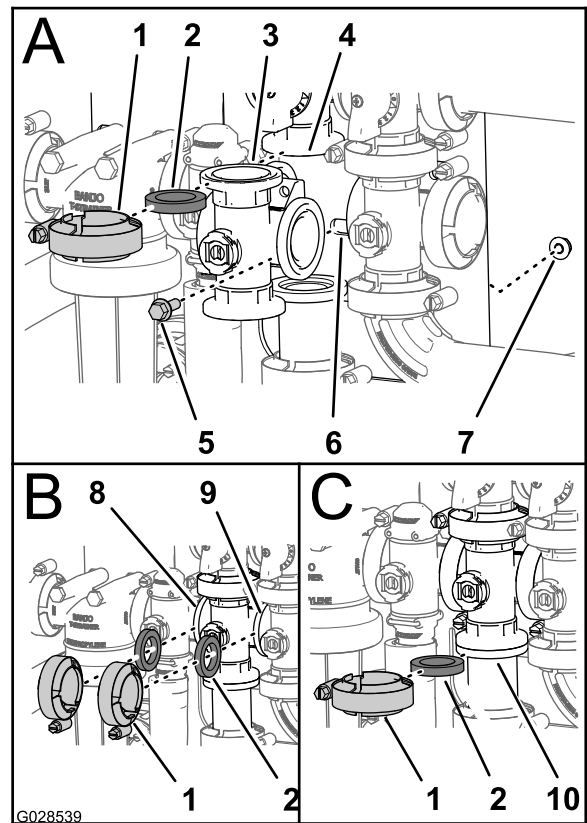

Bild 102
1. Fluchten Sie den Flansch des Rührwerkventilverteilers, eine Dichtung und den Flansch des Rührwerk-Sicherheitsventils aus (A von Bild 102).
2. Montieren Sie das Rührwerksicherheitsventil, die Dichtung und den Rührwerkventilverteiler mit einer Klemme und ziehen sie mit der Hand an (A von Bild 102).
3. Fluchten Sie eine Dichtung zwischen den Flanschen des Dosierungsregelventils und dem Rührwerkventilverteilers aus (A von Bild 102).
4. Montieren Sie das Dosierungsregelventil, die Dichtung und den Rührwerkventilverteiler mit einer Klemme und ziehen sie mit der Hand an (B von Bild 102).
5. Fluchten Sie eine Dichtung zwischen den Flanschen des Rührwerkventilverteilers und dem Hauptauslegerventil aus (B von Bild 102).
6. Montieren Sie den Rührwerkventilverteiler, die Dichtung und das Hauptauslegerventil mit einer Klemme und ziehen sie mit der Hand an (B von Bild 102)
7. Fluchten Sie eine Dichtung zwischen den Flanschen des Rührwerkventilverteilers und dem Adapteranschlussstück für das Rührwerkdrasselventil aus (C von Bild 102).
8. Montieren Sie den Rührwerkventilverteiler, die Dichtung und das Adapteranschlussstück mit einer Klemme und ziehen sie mit der Hand an (C von Bild 102).